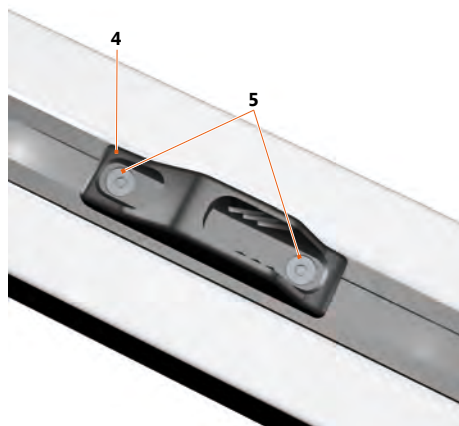

Fig. 67: Mordaza
- Instale el aparejo (13) con los dos tornillos en el extremo anterior del soporte con el fin de conseguir el mejor efecto de palanca posible.
- El cabo de basculación se conduce hacia el desviador incluido, que se ubica en la zona del pedal de control, y se desvía desde allí. A continuación, el cabo de basculación se desplaza unos 40 cm hacia atrás en la dirección de la mordaza, que se monta en el carril ranurado (véase **Fig. 67: Mordaza**).